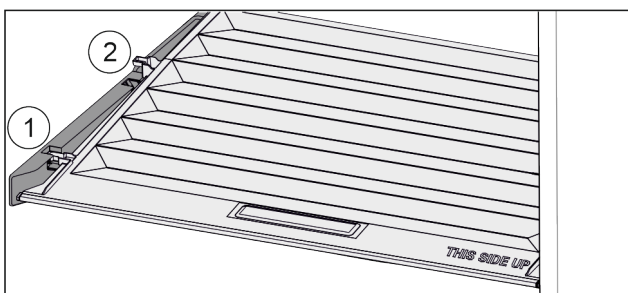

Fig. 168
- ▶ Deckel bis zur Öffnung in den Halteteilen nach vorne ziehen Fig. 168 (1).
- ▶ Hinten von unten anheben und nach oben wegnehmen Fig. 168 (2).